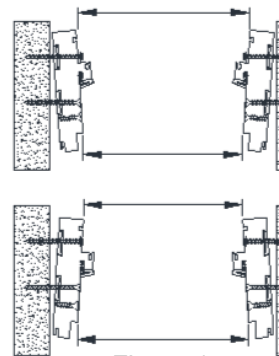

Figura 14
**Consejo útil:** Si los paneles están chocando o están demasiado separados, las jambas de marco pueden haber girado durante la instalación. Medir el ancho del marco interior y exterior (Figura 14) para asegurar que las jambas son rectas y paralelas. Esta condición puede corregirse aflojando los tornillos en las jambas y ajustando las cuñas.